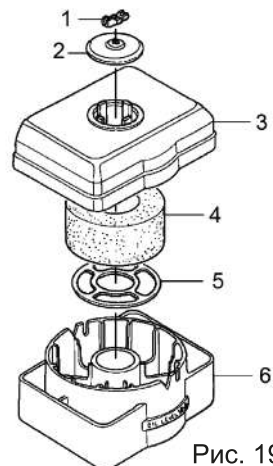

Рис. 19
1. Открутите гайку крышки воздушного фильтра (Рис. 19).